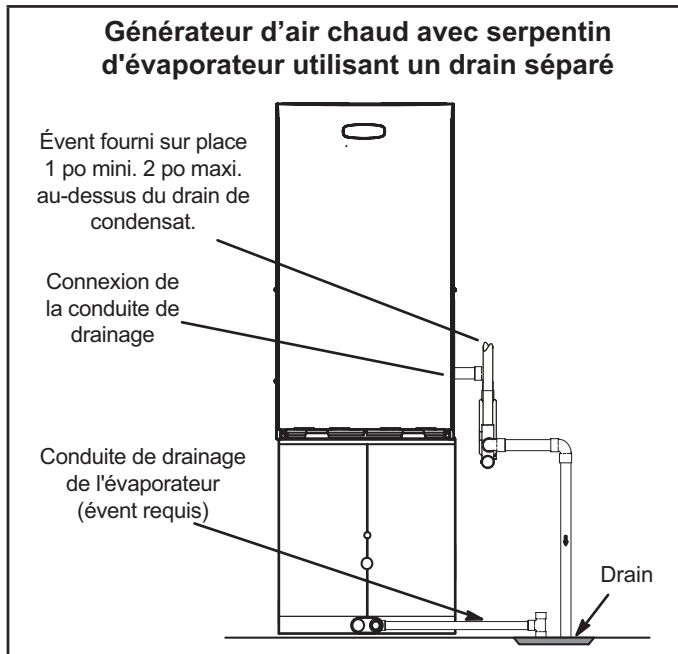
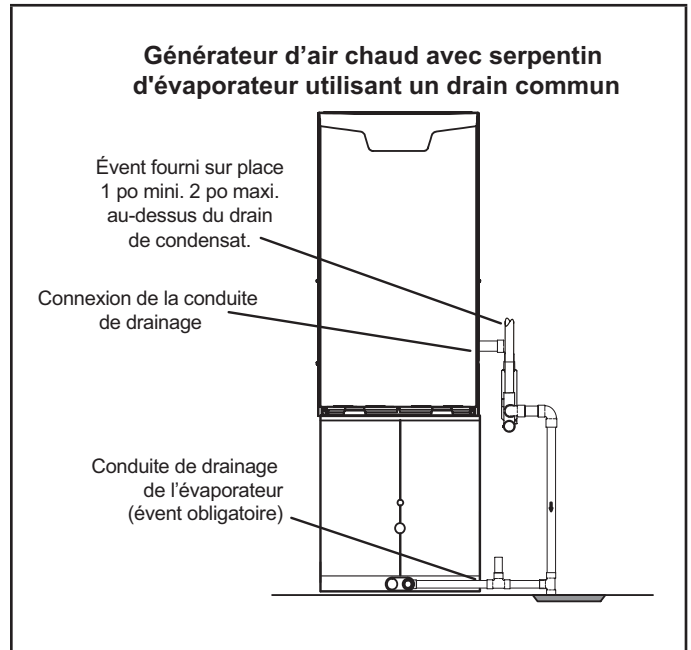

FIGURE 46
FIGURE 47
- 5 - La FIGURE 46 montre l'appareil et le serpentin d'évaporateur utilisant un drain séparé. Si nécessaire, la conduite de condensat de l'appareil et celle du serpentin d'évaporateur peuvent s'écouler ensemble. Voir FIGURE 47 et FIGURE 48. L'évacuation fournie sur place doit avoir une longueur comprise entre 1 po minimum et 2 po maximum au-dessus du raccord de sortie du drain de condensat.